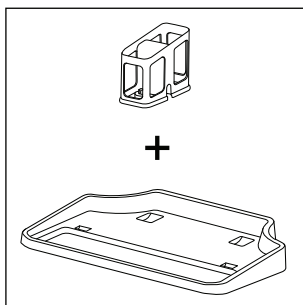
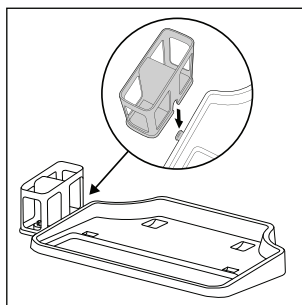

Fig. 4
Fig. 5
- ♦ La stazione di parcheggio e pulizia è costituita da una base **4** e da un supporto del rullo a spazzola **5** (vedere fig. 4). Per montare la stazione di parcheggio e pulizia, spingere il supporto del rullo a spazzola **5** lateralmente nell'apertura della base **4**. Spingere in basso il supporto del rullo a spazzola **5** finché non s'innesta saldamente nella base **4** (vedere fig. 5).